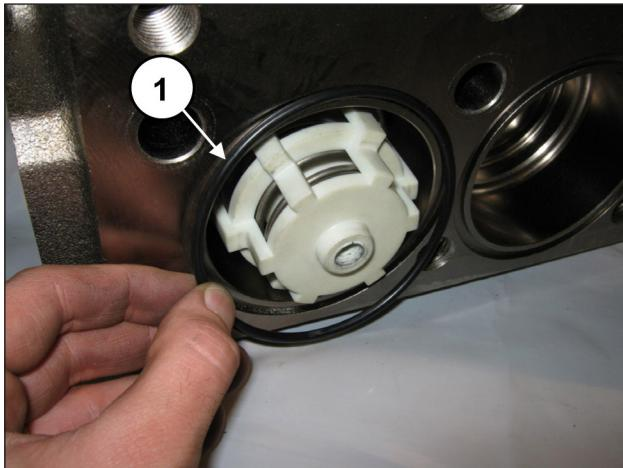

Рис. 153
Установите фронтальное уплотнительное кольцо круглого сечения на всасывающие клапаны (поз. ①, Рис. 153).